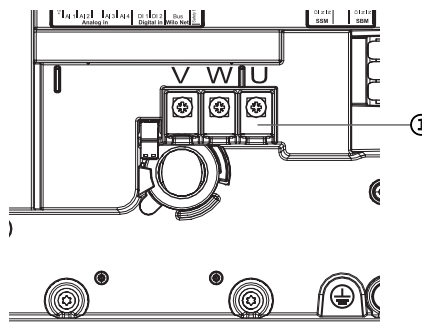

Fig. 45: Zaciski przyłączeniowe silnika V, W, U
11. Poluzować kabel zasilający silnika (Fig. 45).